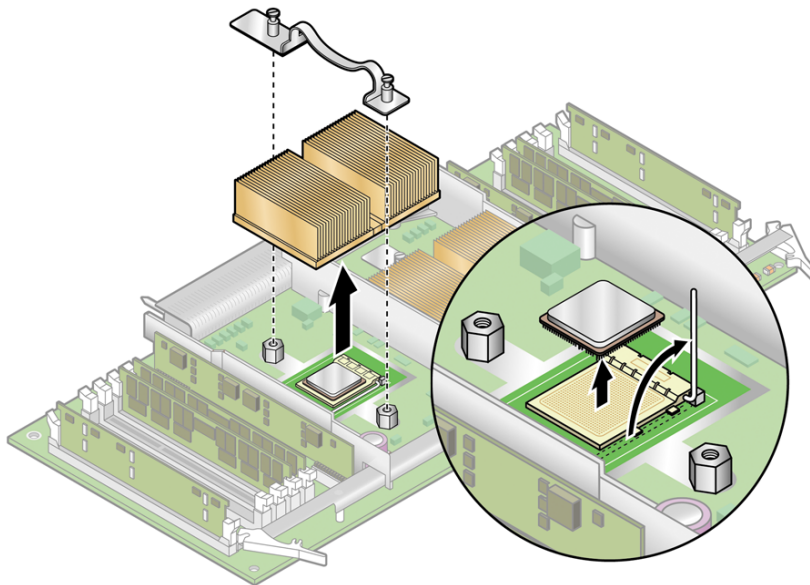

図 4-33 ステッピングバージョン「C0」および「CG」の CPU の留め具およびヒートシンクの取り外し
2 本の固定ねじを外し、ヒートシンクの留め具を外します。詳細は、図 4-33 を参照してください。
11. ソケット取り外しレバーを全開となる垂直の位置まで引き上げます (図 4-33 を参照)。